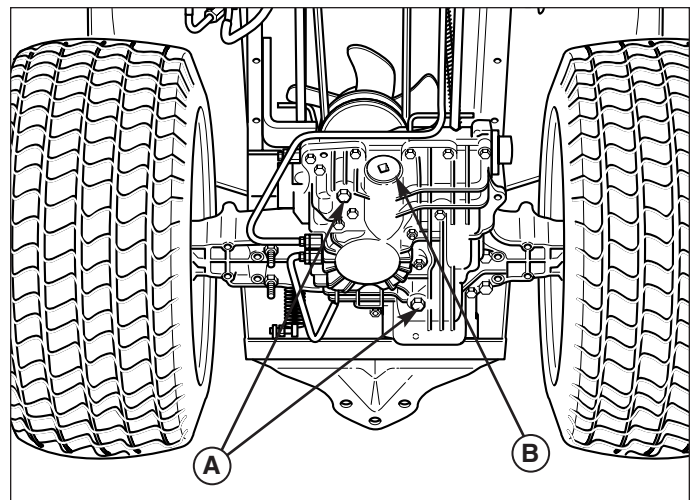

Figure 38. Bouchons de vidange de transmission
1. Placer un entonnoir de vidange sous la transmission et retirer les deux bouchons de vidange de 14 mm (A, figure 38).
3. Déposer le capuchon d'accès au filtre (B, figure 38).